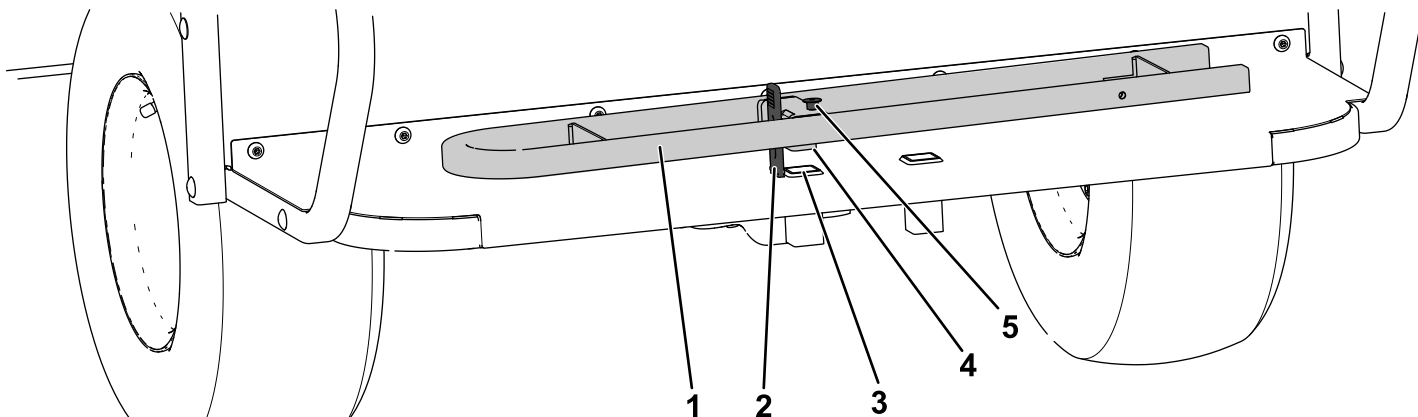

Figur 11
10. Monter sædet på ladet, ret hullerne på ladet ind efter hullerne på hængslerne, og fastgør nittesædet på ladet (Figur 11).